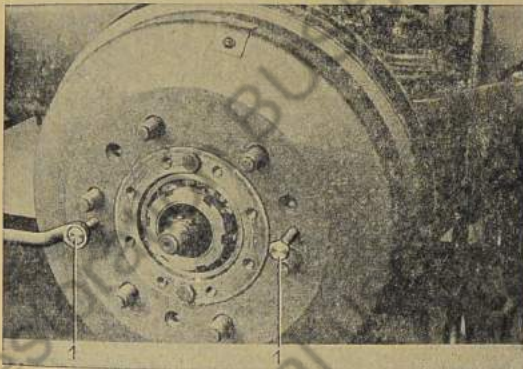

Bild 678: Bremstrommel abdrücken
6. Mit zwei 10 mm Sechskantschrauben die Bremstrommel abdrücken (Bild 678).